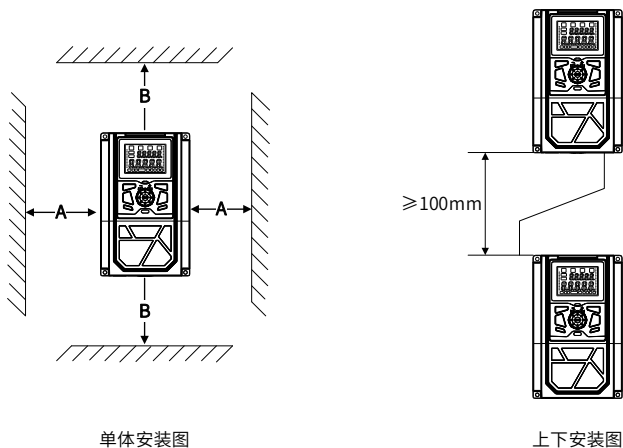

图 3-1 安装示意图
1) 请垂直安装变频器，便于热量向上散发。但不能倒置。若柜内有较多变频器时，最好是并排安装。在需要上下安装场合，请参考图 3-1 的示意，安装隔热导流板。
2) 安装空间遵照图 3-1 所示，保证变频器的散热空间。但布置时请考虑柜内其它器件的散热情况。